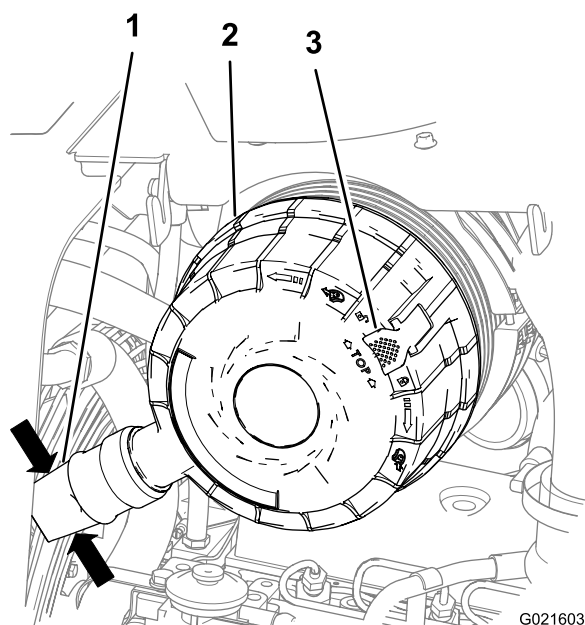

Figure 46
Compressez les côtés de la valve d'évacuation de poussière pour laisser s'échapper l'eau, la poussière ou la saleté accumulées dans la valve (Figure 46).
2. Tirez le verrou du couvercle de filtre à air vers l'extérieur (Figure 46).
3. Faites tourner le couvercle du filtre à air dans le sens horaire de manière à ce que le capuchon antipoussière soit à 8 h (Figure 46).
4. Poussez le verrou du couvercle de filtre à air vers le centre jusqu'à ce que le couvercle soit fermement fixé (Figure 46).